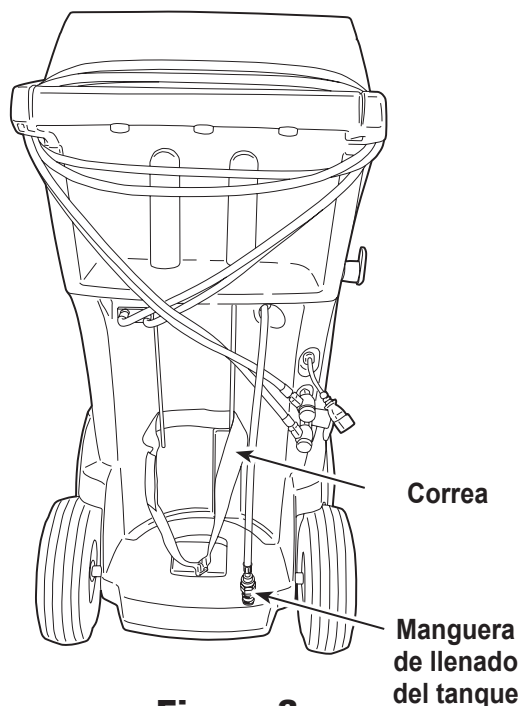

Figura 3
1. Conecte un tanque fuente R-1234yf a la manguera de llenado del tanque en la parte posterior de la máquina. Apriete con la mano la manguera de llenado del tanque. Consulte la Figura 3.